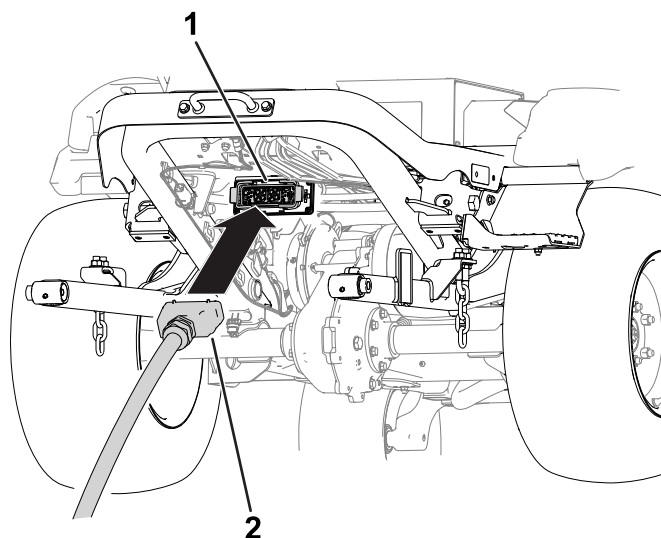

Figure 5
7. Insérez le connecteur de l'unité de coupe dans le connecteur de la machine (Figure 5)